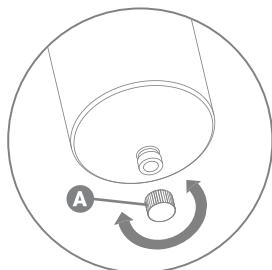

Рис. 4
2. Открутите гайку сливной горловины (A) (рис. 4) и слейте из фильтра остатки воды.
8. Установите на место гайку сливной горловины (A) (рис. 4) и плотно закрутите ее.